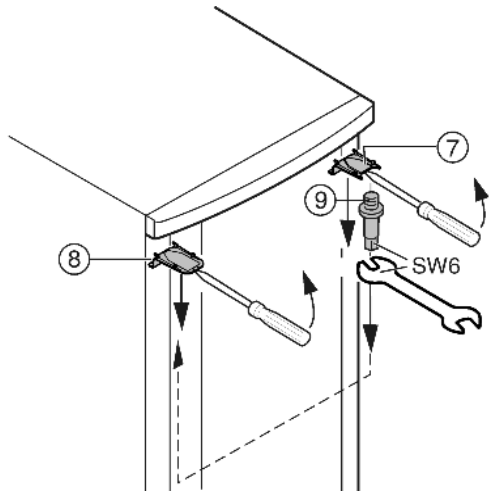

Fig. 7
- ▶ Liberare la copertura Fig. 7 (7) in alto e la copertura con un cacciavite anteriormente e rimuovere inclinando verso il basso.
- ▶ Svitare il perno di supporto Fig. 7 (9) e avvitare fermamente sul lato opposto a 4 Nm.
- ▶ Montare di nuovo la copertura Fig. 7 (7) sul lato del perno di supporto: inserire dietro, inserire a scatto sul lato anteriore.
- ▶ Montare la copertura Fig. 7 (8) sul lato opposto: inserire dietro, inserire a scatto sul lato anteriore.
- ▶ Agganciare la porta in alto nei perni di supporto Fig. 7 (9).